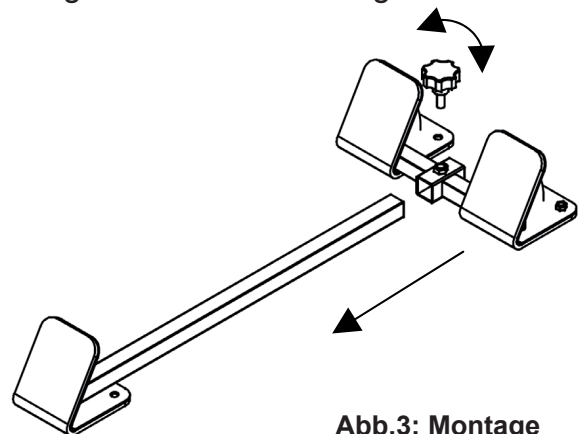

Abb.3: Montage
Der Startblock ist vormontiert. Er besteht aus 2 Baugruppen: die Hauptschiene ① und der vordere Block ② bzw. die verbundenen hinteren Blöcken ③ (Doppelblock). Legen Sie die Hauptschiene ① auf den Boden und schieben den Doppelblock ③ darauf (siehe Abb. 3). Drehen Sie anschließend die Sterngriffschraube von oben in die Gewindeöffnung des Doppelblocks ③. Zum Schluss wird der Doppelblock ③ in die gewünschte Position gebracht und die Sterngriffschraube festgedreht.